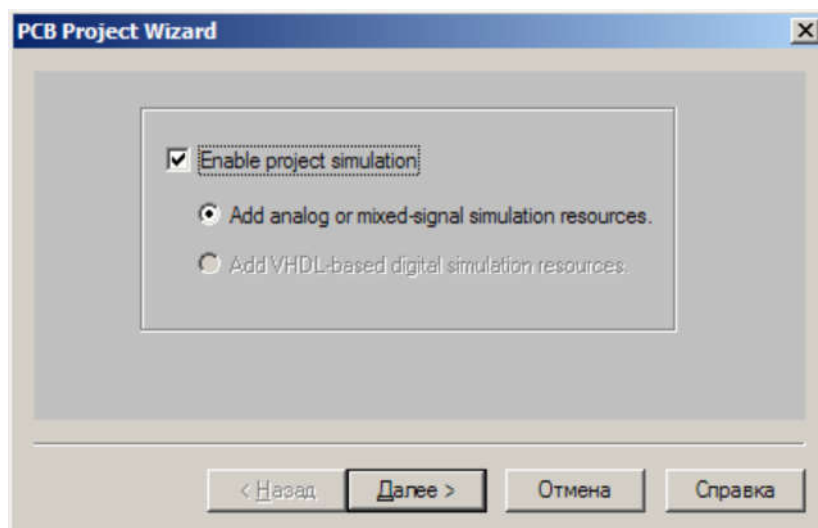
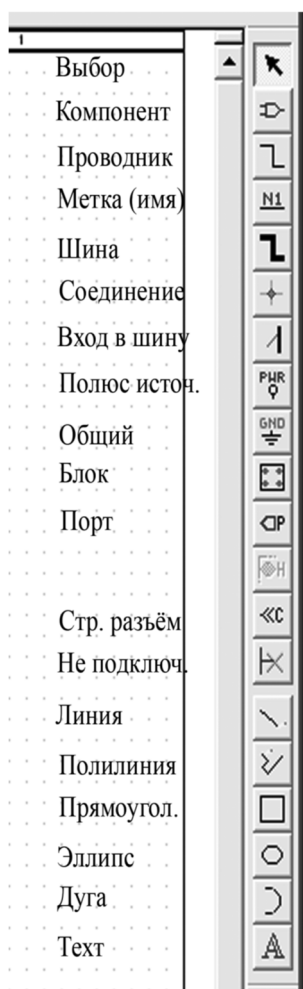

Рисунок 4 - Разрешение симуляции
Рисунок 5 - Панель инструментов
2. Разрешить использование режима симуляции (рисунок 4). Использовать библиотеки, установленные по умолчанию. По нажатию «ОК» будет открыто основное окно программы содержащее скрытый менеджер проектов и лист схемы. После активизации листа размещения схемы (щелчок главной кнопкой мыши на его поверхности) в правой части окна появится панель инструментов (рисунок 5). Компоненты размещаются по команде «**Place/Part**» (значок «Компонент» на панели инструментов).